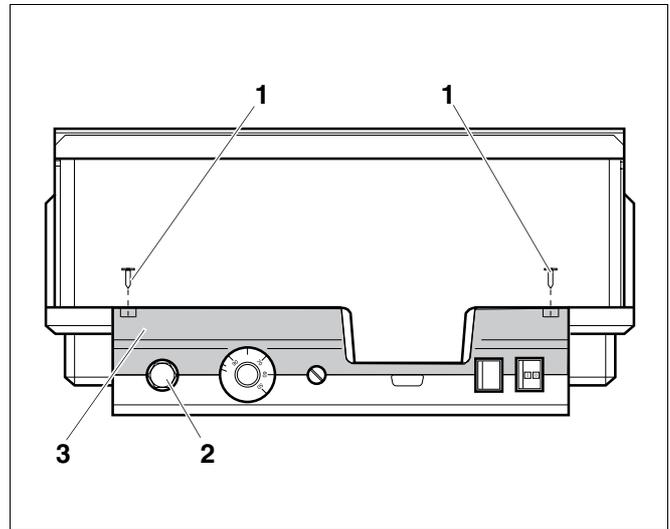

Fig. 1 Apparecchio di regolazione Logamatic 4...
- Per impostare le temperature richieste è necessario estrarre il limitatore della temperatura di sicurezza (STB) (fig. 1, pos. 2) dall'involucro.
- Per smontare il limitatore della temperatura di sicurezza svitare entrambe le viti (fig. 1, pos. 1).
- Rimuovere il coperchio (fig. 1, pos. 3).
- Svitare la calotta di protezione (fig. 1, pos. 2).